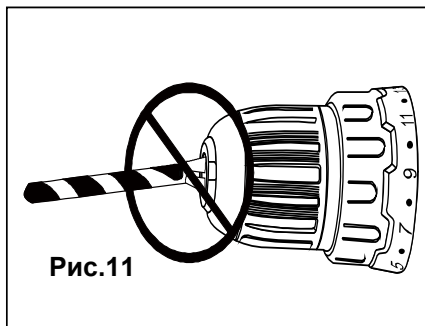

Рис.11
1. Поверните гильзу патрона(1) в направлении против часовой стрелки.
3. Поверните гильзу патрона (1) в направлении по часовой стрелке, пока губки патрона (2) не сойдутся равномерно и оснастка не будет надежно зажата (Рис. 11).